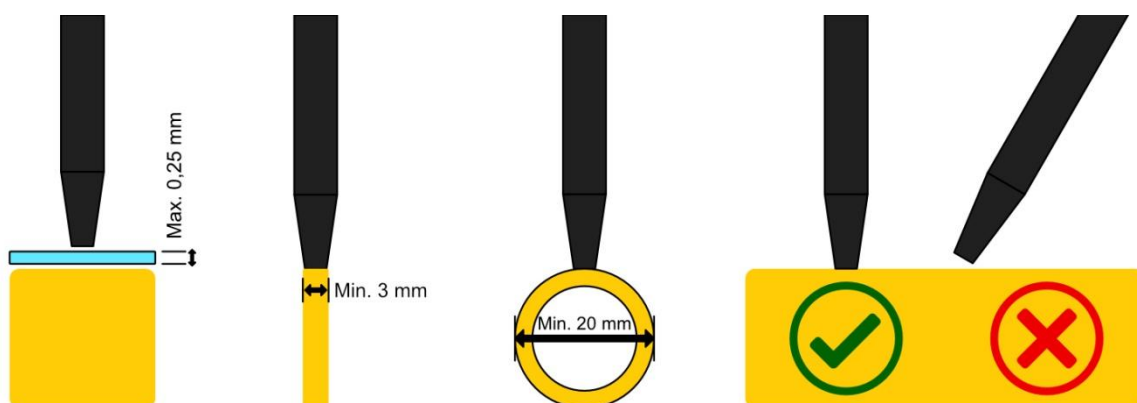

Abbildung 2 – Hinweise zur Sensorposition
Halten Sie zur Bestimmung des Leitwerts Ihres Prüfobjekts die Spitze des Stifts senkrecht auf die Oberfläche (siehe Abbildung 2). **Setzen Sie die Spitze nicht zu kraftvoll oder auf scharfkantige Prägeränder auf, da dies zur Schädigung bzw. Zerstörung der sensiblen Spule in der Spitze führen kann. Ein leichtes Aufsetzen wie beim Schreiben mit einem Kugelschreiber ist dafür völlig ausreichend.** Das Gerät führt pro Sekunde zwei Messungen aus. Dabei wird der Leitwert im Display mit einer Genauigkeit von einer Nachkommastelle stetig ausgegeben (3). Durch die Messintervalle und der anwenderbedingten Positionsänderung der Sensorspitze während der Messung kann es vorkommen, dass der ausgegebene Leitwert nicht konstant bei einem Zahlenwert verharrt.
### **Bedingungen für optimale Messergebnisse (siehe Abbildung 2):**